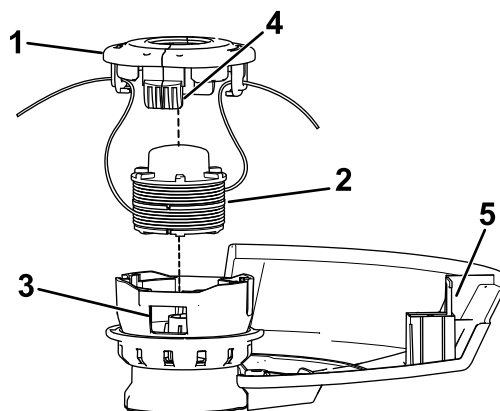

Figura 15
2. Presione la pestaña lateral del retén del carrete (Figura 15).